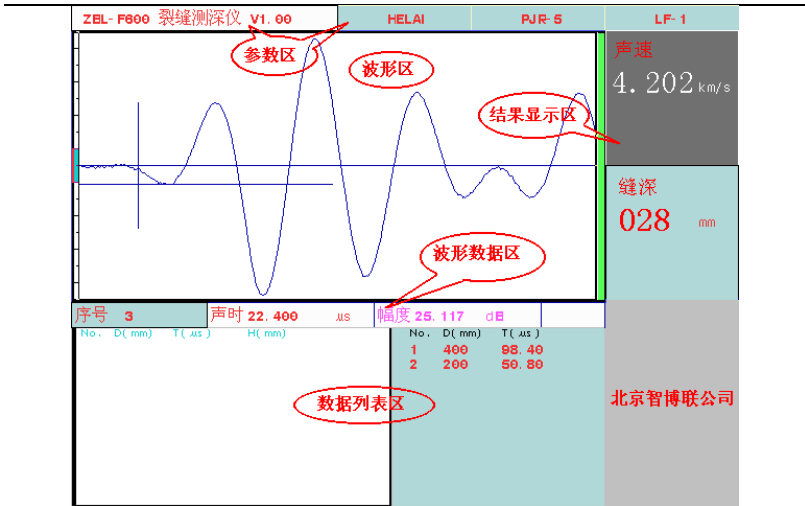

图 3.3 测试界面
- 3.5.1.1 在工程参数设置界面按[采样]键或[测试]按钮，进入图 3.3 所示的测试状态并进行采样，此时仪器激励发射换能器发射超声脉